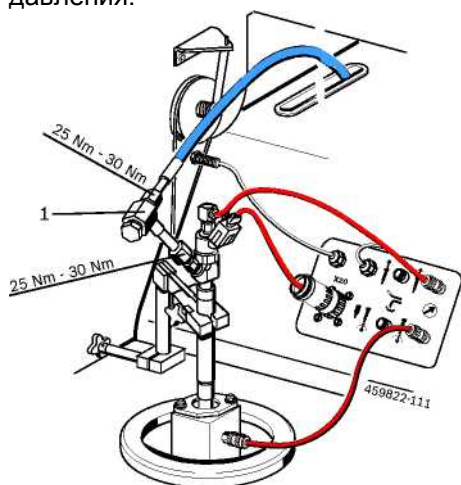

Рис. 9. Адаптер подключения.
3.5.8 Адаптер подключения инжектора системы Common Rail для легковых/грузовых дизелей (CRI/CRIN) и форсунки в сборе (DHK) / насос-форсунки (UI)
Оба входящие в комплектацию адаптера подключения 1 (рис. 9) для подключения линии высокого давления инжектора системы Common Rail для легковых/грузовых дизелей (CRI/CRIN) и форсунки в сборе (DHK) / насос-форсунки (UI) должны иметь резьбу подключения M12x1,5 и M14x1,5. Адаптер подключения устанавливается между инжектором системы Common Rail для легковых/грузовых дизелей (CRI/CRIN) или форсункой в сборе (DHK) / насос-форсункой (UI) и соединительной магистралью высокого давления.